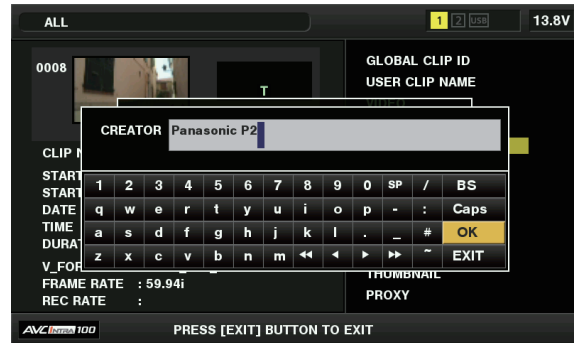

図 2
- メタデータ修正の入力画面(ソフトウェアキーボード)が表示されます。(図 2)